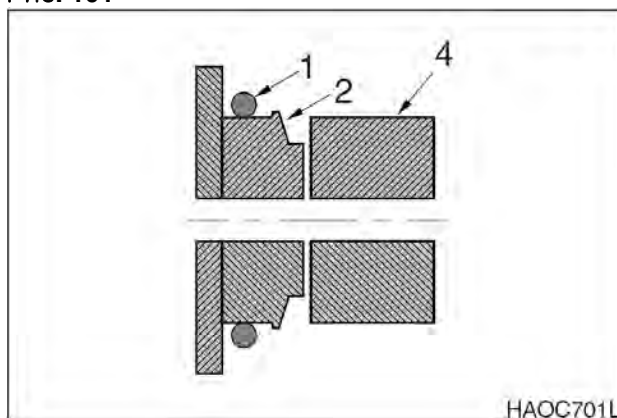

Рис. 102
3. Снять старое уплотнительное кольцо и временно установить новое (1, рис. 102) на выступ ковша (2). Убедиться, что канавки для уплотнительного кольца на звене подвески ковша (4) и на выступе очищены.